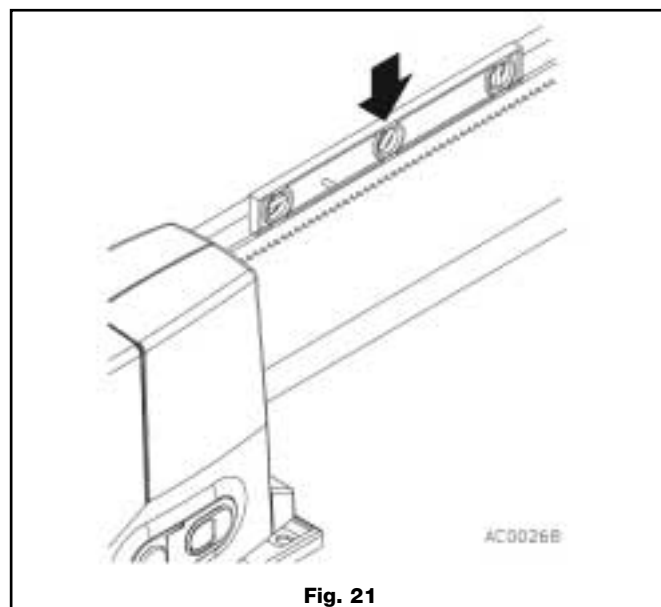

Fig. 21
- Vérifier que la crémaillère est de niveau (fig. 21).
- Vérifier que la crémaillère est mise en place (fig. 21) et droite.